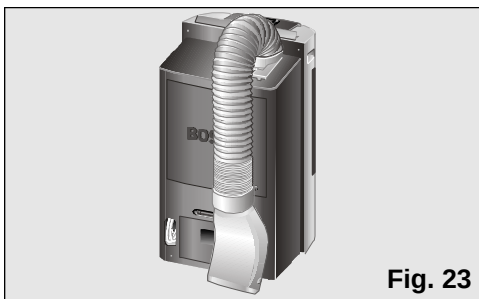

Fig. 23
- ❑ Per farlo, piegare il tubo verso la parte posteriore dell'apparecchio e trattenerlo dall'attacco diffusore, **Fig. 23 e 24**.